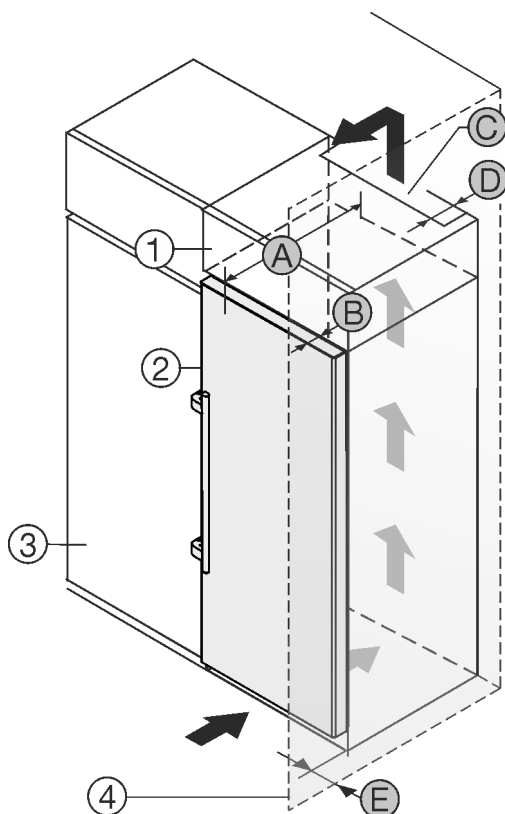

Fig. 10
Das Gerät kann mit Küchenschränken umbaut werden. Um das Gerät Fig. 10 (2) der Küchenzeilenhöhe anzugleichen, kann über dem Gerät ein Aufsatzschrank Fig. 10 (1) angebracht werden.
Das Gerät kann direkt neben dem Küchenschrank Fig. 10 (3) aufgestellt werden. Um die Türe vollständig öffnen zu können, muss das Gerät um die Tiefe Fig. 10 (B) gegenüber der Küchenschrankfront vorstehen. Abhängig von der Tiefe der Küchenschränke und Verwendung von Wandabstandshaltern kann das Gerät weiter herausragen.
- An der Rückseite des Aufsatzschrankes muss ein Abluftschacht mit der Tiefe Fig. 10 (D) über die gesamte Aufsatzschrankbreite vorhanden sein.
- Unter der Raumdecke muss der Entlüftungsquerschnitt Fig. 10 (C) eingehalten werden.
Wenn das Gerät mit den Scharnieren neben einer Wand Fig. 10 (4) aufgestellt wird, muss der Abstand Fig. 10 (E) zwischen Gerät und Wand eingehalten werden. Dies entspricht dem Griffüberstand bei geöffneter Türe.